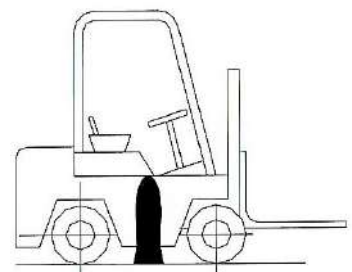

Рисунок 4.
1. Расположите домкрат ближе к задним колесам, чем к передним колесам, чтобы поддерживать равновесие. (См. Рисунок 4)